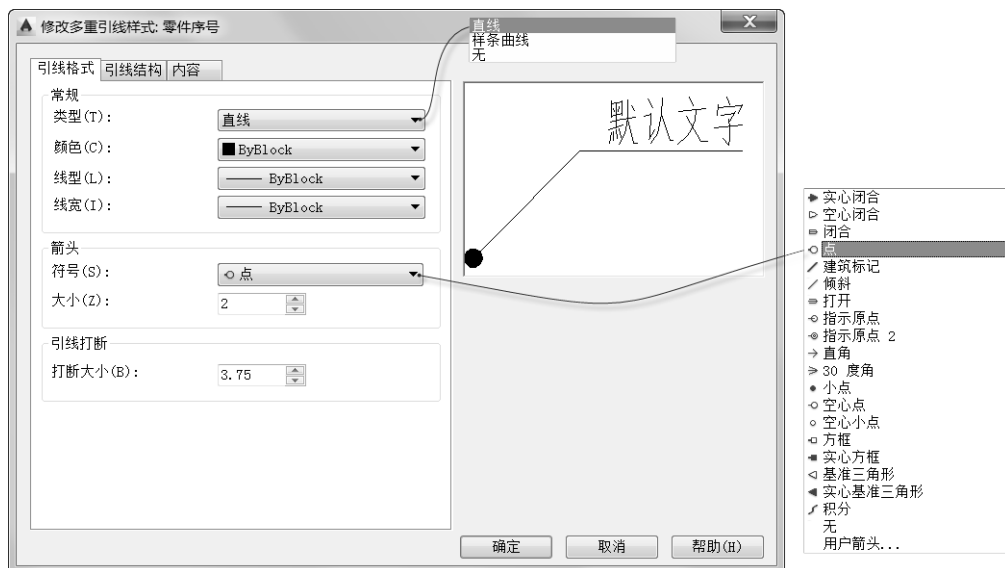

图 6-55 设置引线格式
6) 切换到“引线格式”选项卡。从“常规”选项组的“类型”下拉列表框中选择“直线”，在“箭头”选项组的“符号”下拉列表框中选择“点”选项，并设置其相应的大小为“2”；其他采用默认值，如图 6-55 所示。